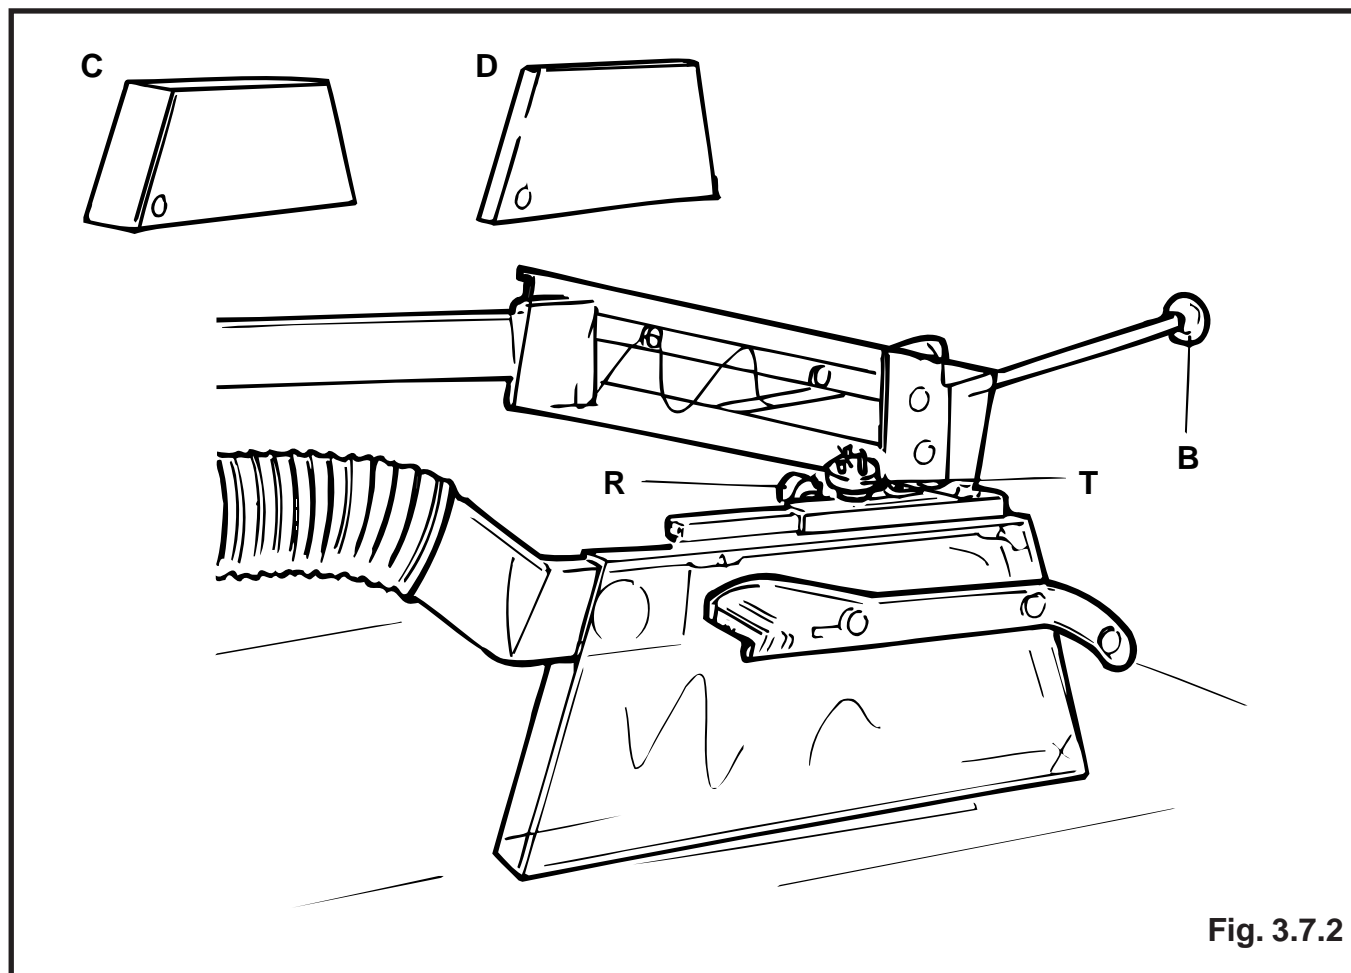

Fig. 3.7.2
Collegare il tubo di aspirazione da 80 mm, come da fig. 3.7.2.
3.7.2 PROTETTORE PER SEGA CIRCOLARE TIPO A PONTE (TIPO FRIED) FIG.3.7.2
3.7.2 BRIDGE-TYPE GUARD FOR CIRCULAR SAW (FRIED TYPE) FIG. 3.7.2
3.7.2 PROTECCION PARA LA SIERRA CIRCULAR TIPO PUENTE (TIPO FRIED) FIG. 3.7.2